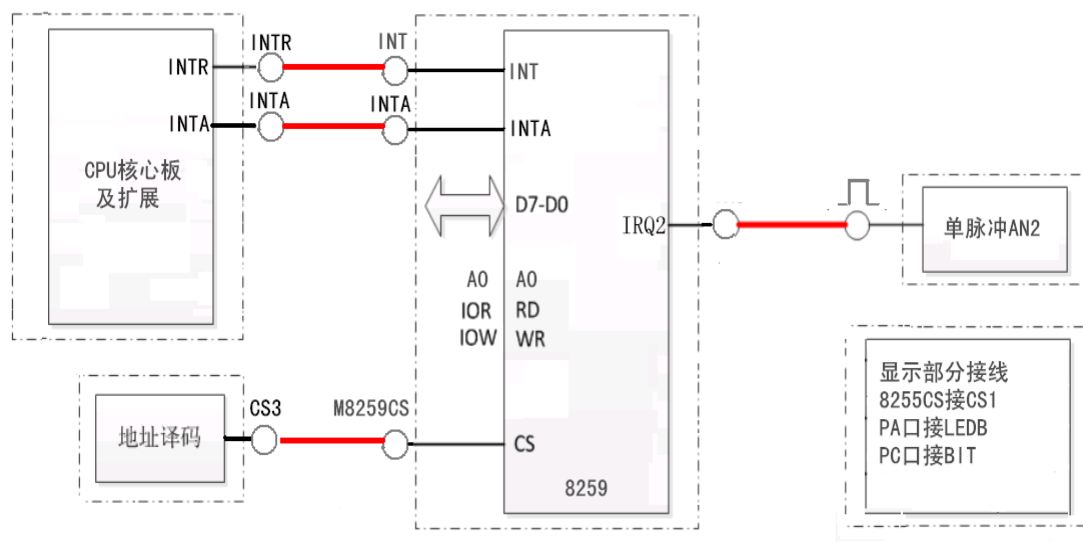

图6-1 8259中断控制器连线
将 8259 中断控制器与 CPU 相连，IRQ2 作为单级中断输入，如图 6-1 所示。
(3) 按照图 6-1，连接 8259 中断控制器的各引脚。